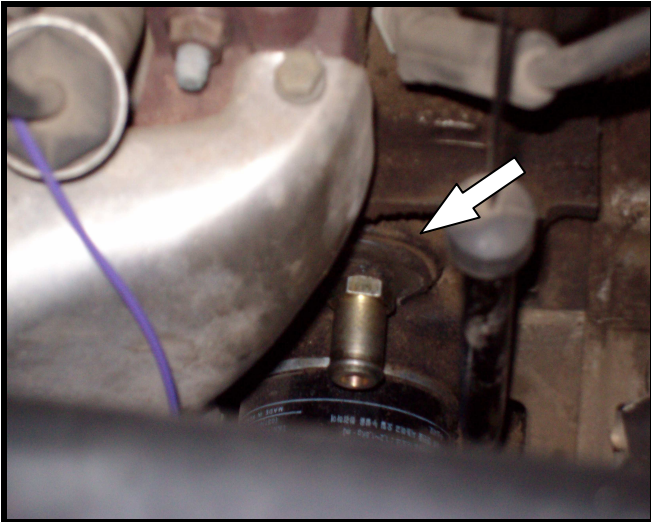

Рис. 1. Монтаж заглушки и штуцера К1/4".
3.2. Снять радиатор. Если установлен кондиционер: отвернуть крепление радиатора; отсоединить входной и выходной рукава; приподнять радиатор не отсоединяя шлангов кондиционера так, чтобы получить спереди доступ к заглушке блока цилиндров (Рис.1), расположенной над масляным фильтром.
3.5. Нанести герметик на резьбу штуцера К 1/4" и ввернуть его в отверстие заглушки. Не прилагать больших усилий, чтобы не провернуть заглушку в посадочном гнезде (Рис.1).